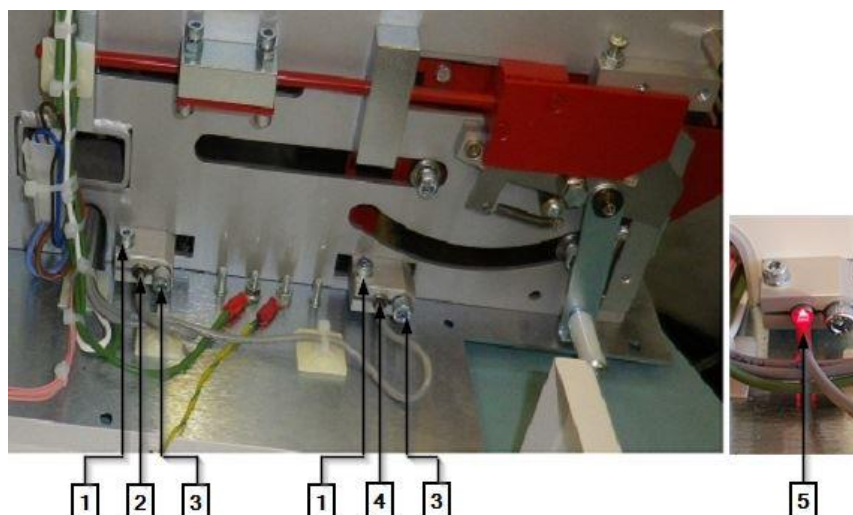

Fig. 69 Supporto dell'interruttore di prossimità
- ➔ Allentare le viti di fissaggio (3) (Fig. 69, pagina 103) e il blocco di montaggio ed estrarre l'interruttore di prossimità.
- ➔ Scollegare i connettori **J14** (1) e **J16** (2) dal comando PCB.
- ➔ Collegare nuovamente i connettori **J14** (1) und **J16** (2).